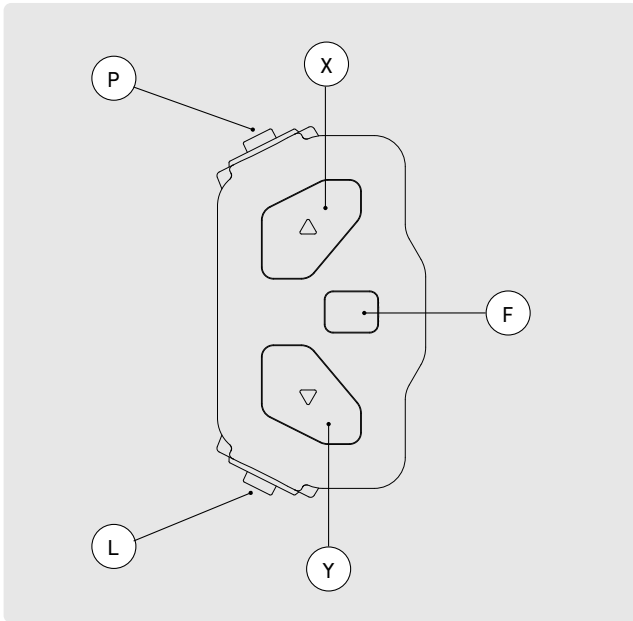

ABB. 19
Am Lenker des Motor st pro befindet sich ein Steuerungselement für die Bedienung des Antriebssystems. Ein Schalter mit fünf Tasten an der linken Lenkerseite entsprechend der Darstellung auf Abb. 19.
| Unterstützung erhöhen | → Drücken Sie auf Taste X (Abb. 19). |
| Unterstützung verringern | → Drücken Sie auf Taste Y (Abb. 19). |
- 3 Stecken Sie den Akku-Stecker des Netzteils in die Ladebuchse am Akku (Abb. 19). Mit Laden des Akkus beginnen die LED Leuchten am Akku zu blinken.